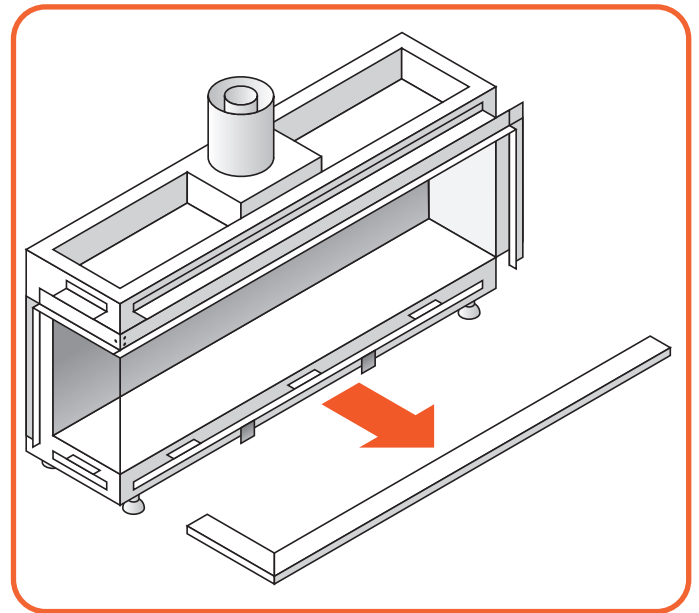

Abb. 9.3 Abnehmen die untere Verkleidung
- Nehmen Sie die untere Verkleidung ab (Abbildung 9.3).